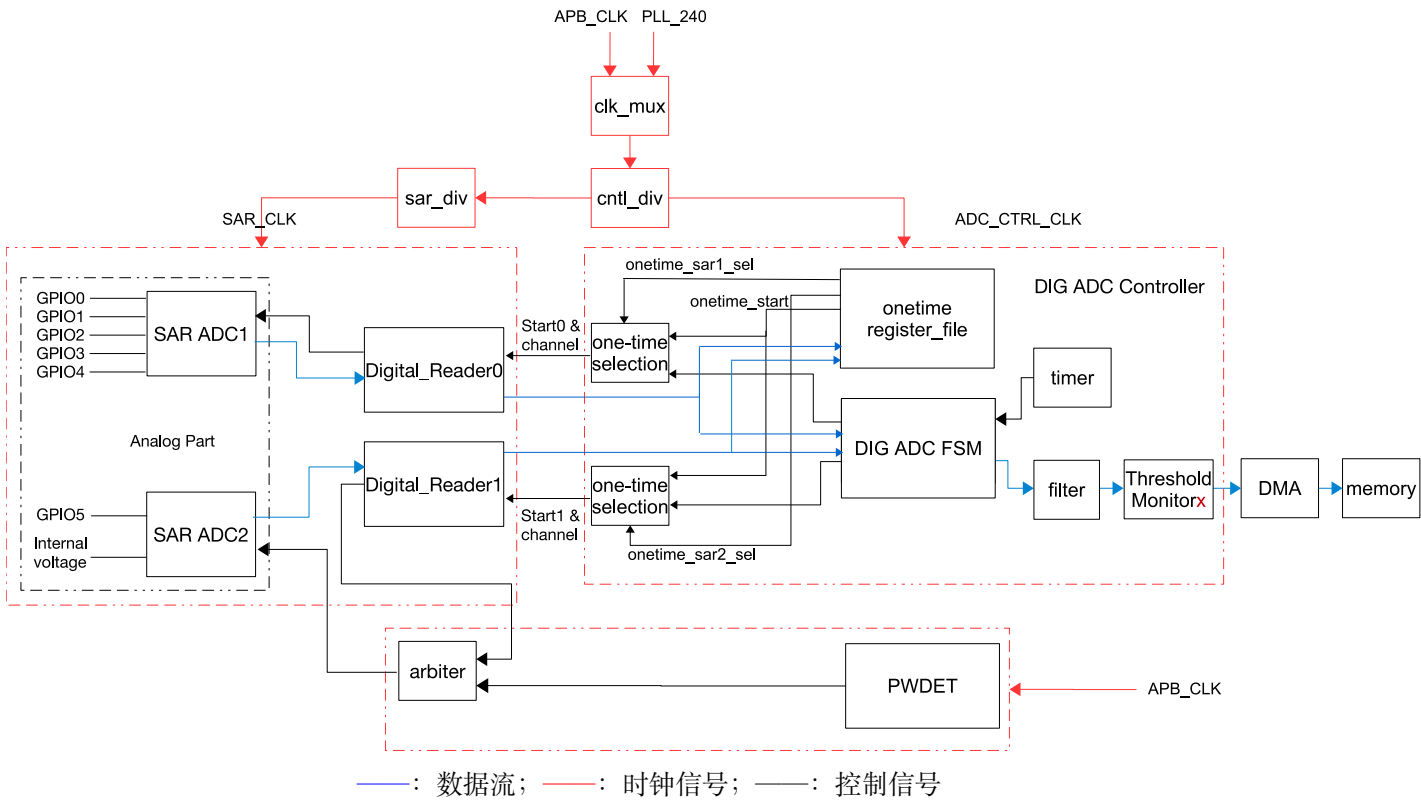

图 34-1. SAR ADC 的功能概况
SAR ADC 的主要元件与连接情况见图 34-1。
如图 34-1 所示，SAR ADC 模块主要包括以下元件：
- 将数据传输给滤波器 (filter), 然后阈值监控器 (threshold monitor) 通过 DMA 将数据传输给内存 (见图 34-1);